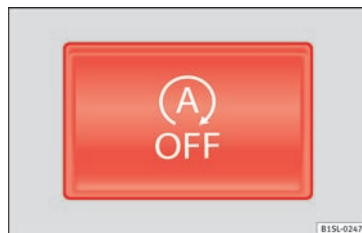

Fig. 158 Nella parte superiore della console centrale: tasto del sistema Start/Stop.
- Premere il tasto  situato nella console centrale » **fig. 158.**